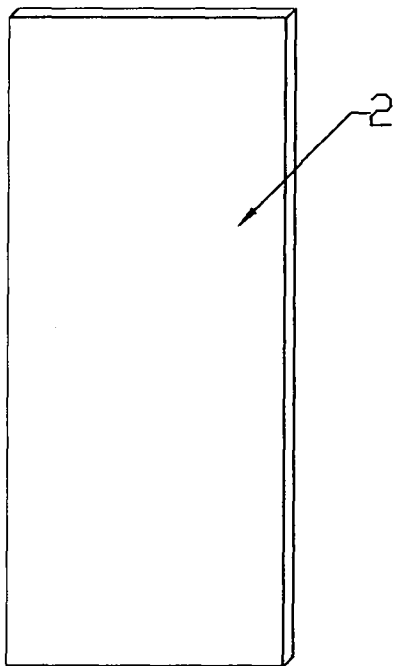

图 4
权利要求书 1 页 说明书 2 页 附图 4 页
- [0008] 图 4 是扩散反应装置隔板的示意图。